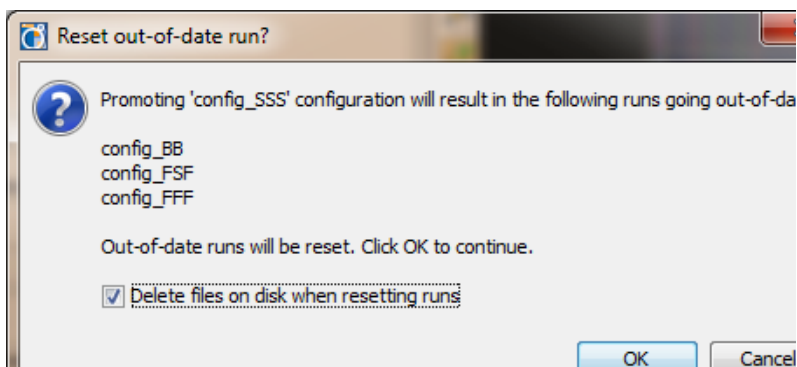

図 4-31：最新でないコンフィギュレーションのリセット
- コンフィギュレーションをプロモートまたはリセットすると、ほかのコンフィギュレーションも影響を受けることがあります。この場合、PlanAhead ソフトウェアで警告メッセージが表示されます (76 ページの図 4-31)。